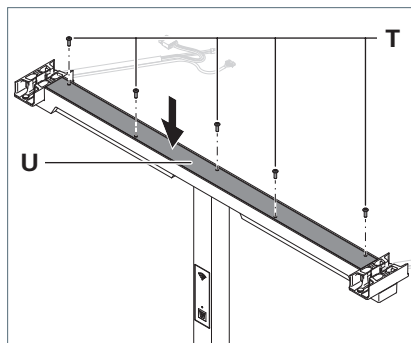

Fig. 11: Traversa- Montare la copertura.
1. Posare la copertura **U** sulla traversa, vedere Fig. 11.